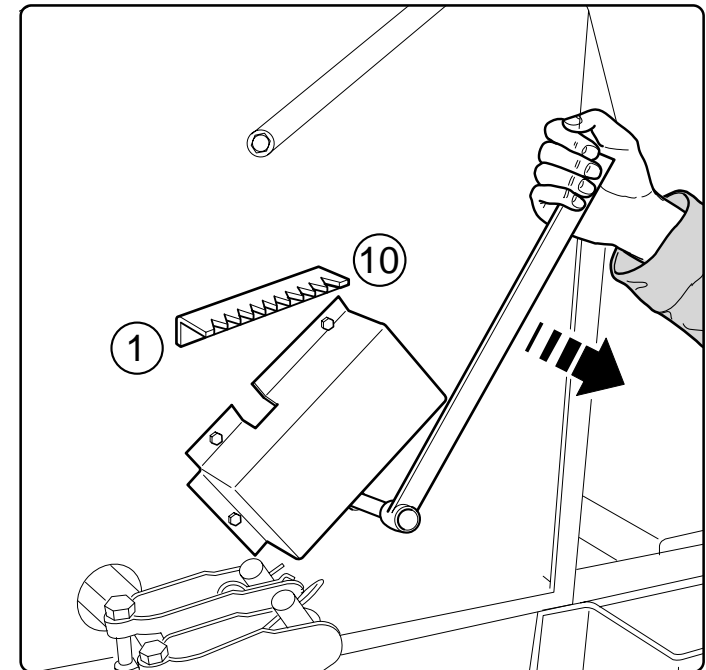

Fig. 35
- spostare la leva del dosatore oltre la posizione 10 (Fig. 35).
- Shift the dosage adjustment lever beyond its position of maximum aperture 10 (Fig. 35).
- den Dosiererhebel über die Position hinaus verschieben 10 (Abb. 35).
- déplacer le levier du doseur au-delà de sa position 10 (Fig. 35).
- desplazar la palanca del dosificador fuera de la posición 10 (Fig. 35);